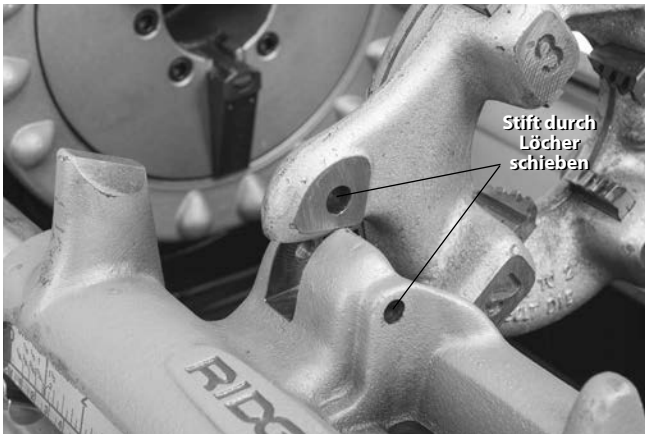

Abbildung 26 – Linksschneidkopf sichern
3. Setzen Sie zur Sicherung einen $\frac{5}{16}$ "-Stift über eine Länge von 2" durch die Löcher in der Schlittenauflage und dem Linksgewindeschneidkopf ein (siehe Abbildung 26).